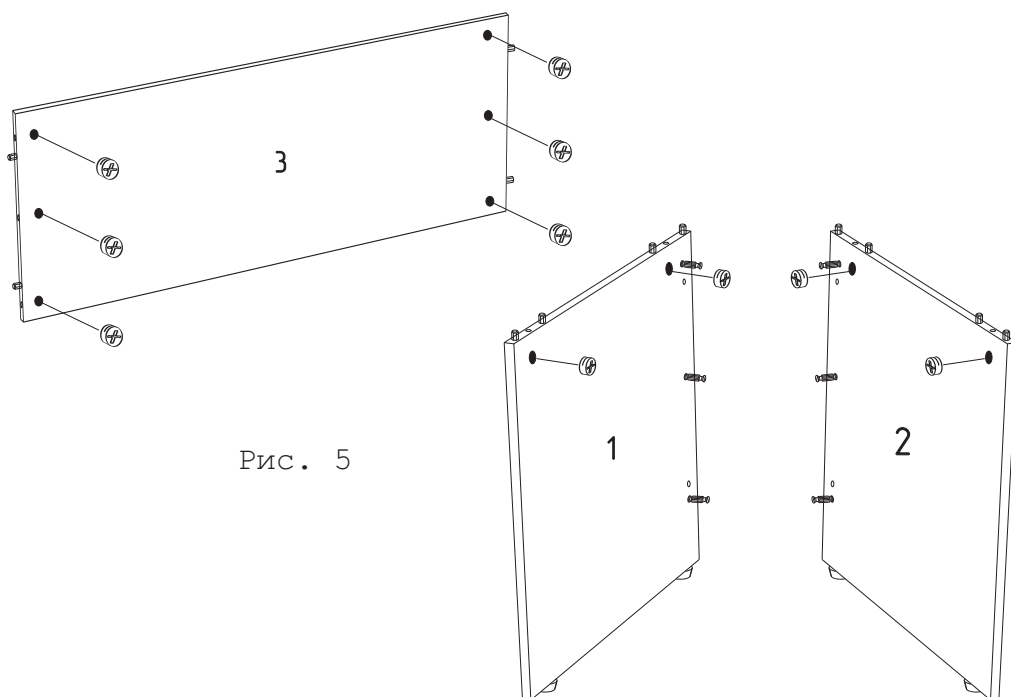

Рис. 5
4. Вставить эксцентрики 6 в соединительный щит 3, а эксцентрики 7 в бока стола 1, 2 (Рис. 5).